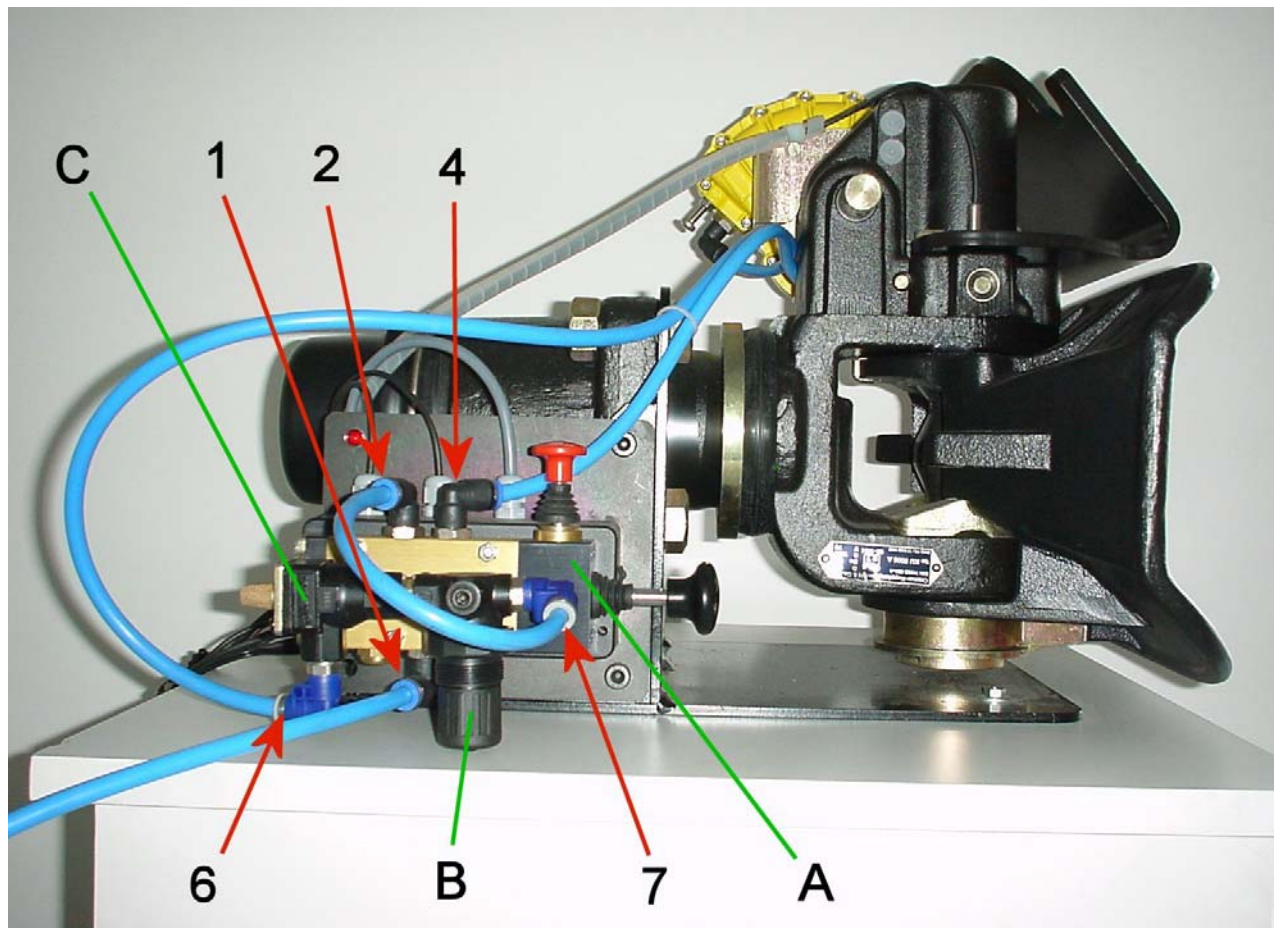

Bild 1: Anschlüsse an den Ventilen
An der doppeltwirkenden pneumatischen Fernbedienung befinden sich zusätzlich zum Betätigungsventil (A) eine Druckreglereinheit (B) und ein Schnellentlastungsventil (C), die an das Betätigungsventil montiert sind (siehe Bild 1). Der Druckregler ist ab Werk fest eingestellt und kann nicht mehr geregelt werden. Die pneumatischen Anschlüsse sind wie folgt vorzunehmen: